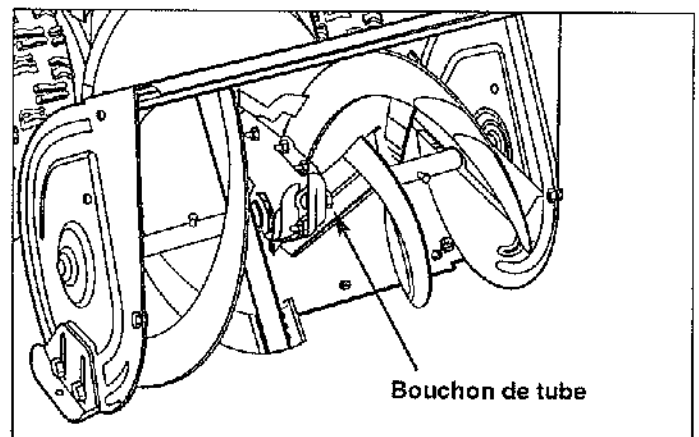

Figure 14. Vérification de la lubrification de la boîte d'engrenages de la vis sans fin
2. Enlever le bouchon du tube (Figure 14).